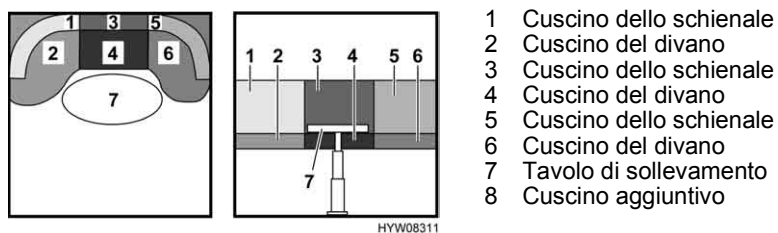

Fig. 65 Prima della trasformazione
- Rimuovere i cuscini dello schienale (Fig. 65, 1, 3 e 5).